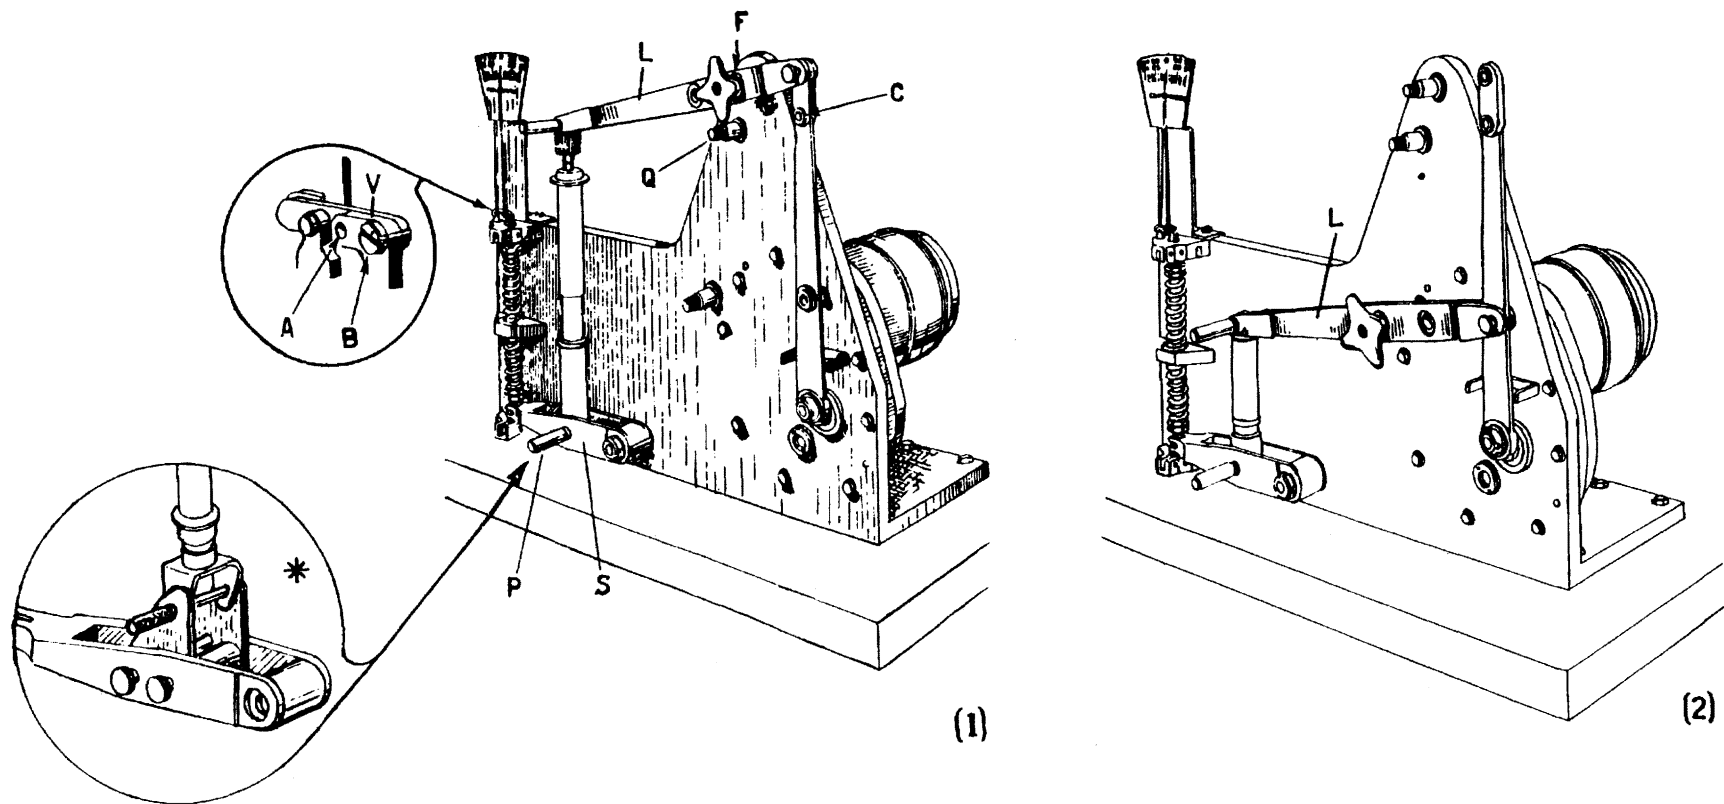

Fig. 59
For obtaining exact load readings during the test it is first necessary to proceed with a preliminary calibration of the coil springs of the test rig as follows (fig. 59).
Durante la prueba, para obtener lecturas exactas de cargas, ejecutar un control preventivo del tarado de los muelles halicoidales del útil; esta operación se efectúa como se indica a continuación (fig. 59):
N. B. - For connecting the load scale pointer to the tool, the screw « V » (fig. 59) can be inserted in one of two positions « A » or « B » (see detail on said fig.).
N. B. - Para la conexión del índice con el útil, el tornillo « V » (fig. 59) puede insertarse en una de las dos posiciones « A » o « B » (ver detalle en la fig. sobredicha), en relación a las cuales el cuadrante lleva dos escalas de lectura, la una doble de la otra. Los amortiguadores traseros de todos los vehículos, excepto la Vespa G. S. mod. VSB 1, deben montarse como en el detalle 1, los delanteros como en el detalle 2.